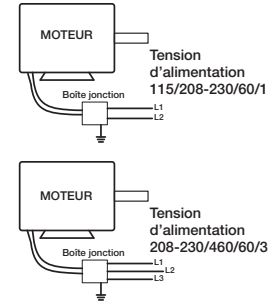

Figure 8 — Schéma de câblage typique
- Poser et câbler le sectionneur de sécurité sous le capot de ventilateur et câbler le moteur conformément au schéma de câblage. Voir Raccordement électrique, Figure 8. Câbler les commutateurs de commande au niveau du sol.
REMARQUE : Voir le schéma de câblage à la Figure 8.